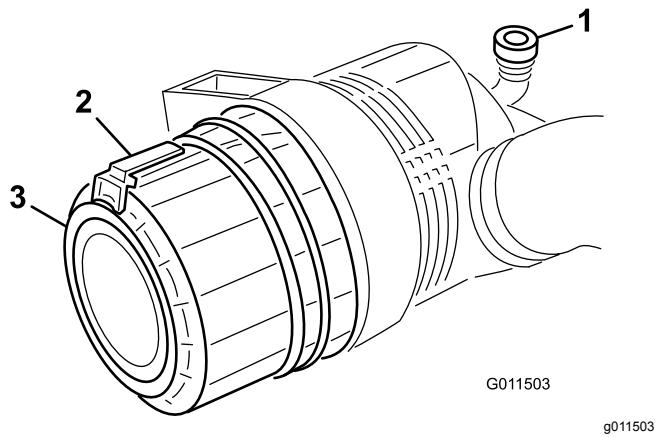

Figura 73
2. Tirate il fermo verso l'esterno e ruotate il coperchio del filtro in senso antiorario (Figura 73).